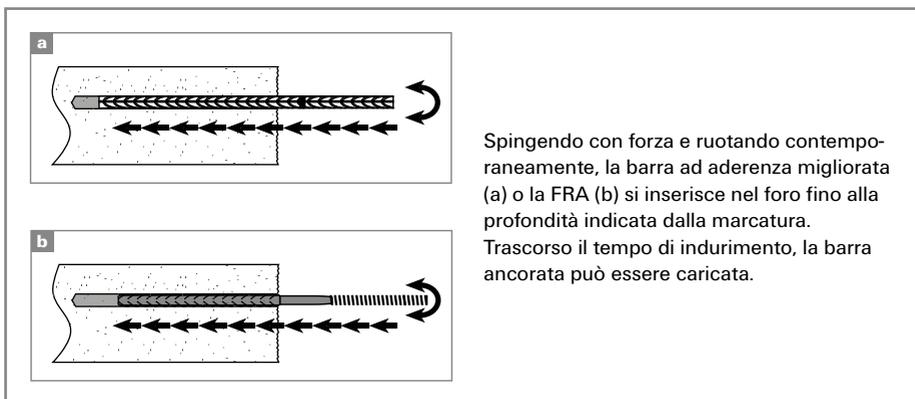

Fig. 9: Inserimento della barra di ripresa
- Predisporre la barra che deve essere inserita nel foro riempito di ancorante **con forza** e con **movimento rotatorio fino alla marcatura della profondità di inserimento** (fig. 9).